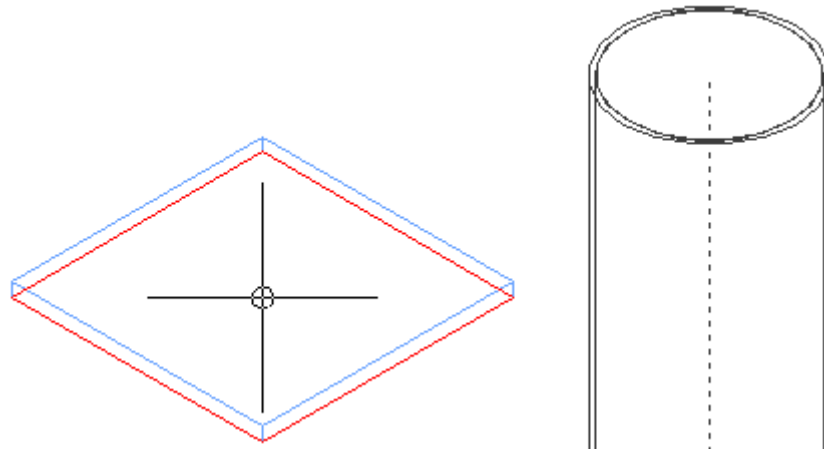
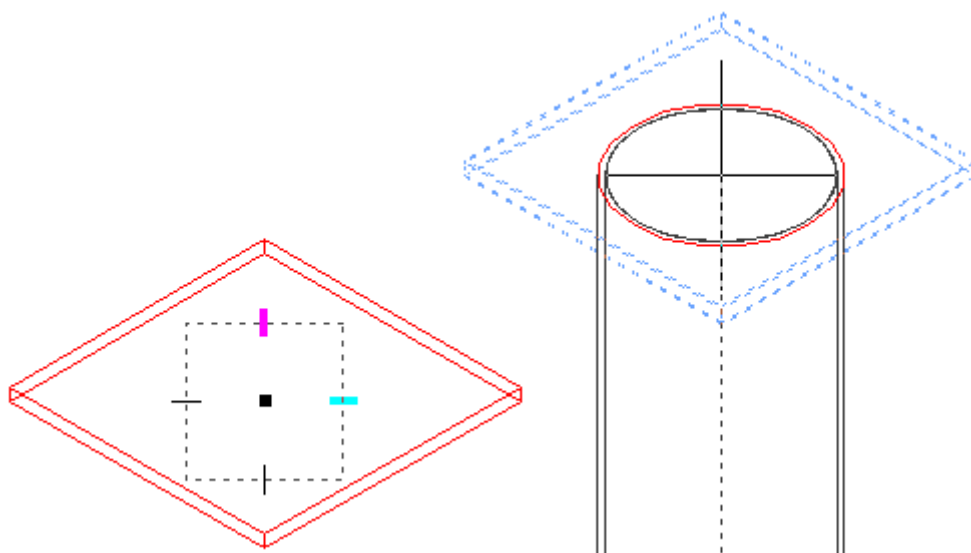

Рисунок 43
Рисунок 44
- Для перемещения малого листа необходимо привязаться к центру нижней грани листа (Рисунок 43), подтвердить выбор, привязаться к верху колонны (Рисунок 44), подтвердить перемещение.